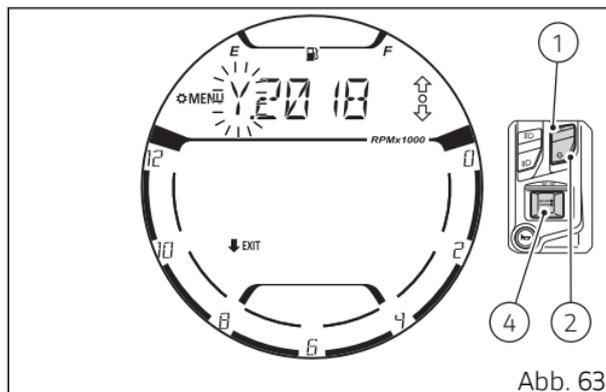

Abb. 63
Auf das Drücken der Taste (1) oder (2) beginnt der Buchstabe „Y.“ zu blinken (Abb. 63). An diesem Punkt kann, ebenso über die Taste (1) oder (2) über die Angaben „Y.“, Monat „M.“ und Tag „D.“ gescrollt werden, die blinkend und mit den aktuell eingestellten Werten angezeigt werden.